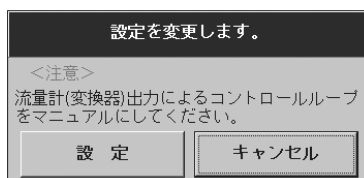

図32
- ④ 全て入力が完了したら「設定」ボタンをクリックします。クリックすると図32のようなメッセージボックスが現れます。